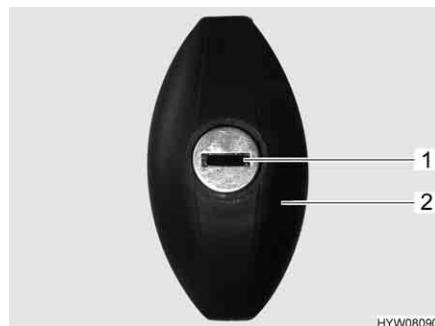

Fig. 47 Serratura dello sportello (ellittico, chiuso)
- Inserire la chiave nel cilindro della serratura (Fig. 47,1) e ruotare in senso antiorario di un mezzo giro. La maniglia della serratura (Fig. 47,2) scatta all'infuori.